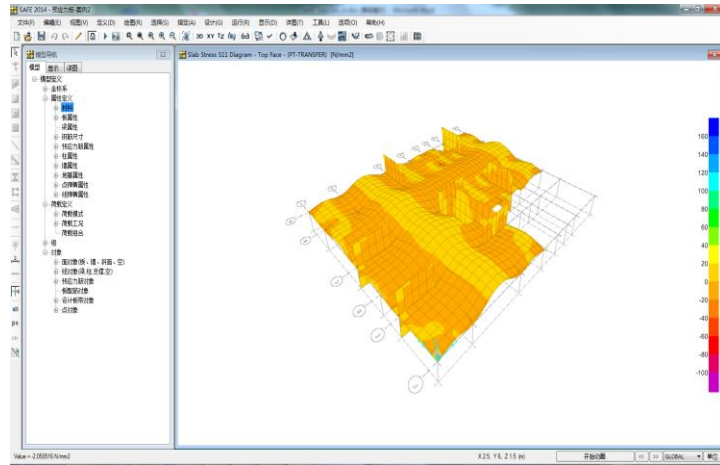

图40 S11 应力云图
- N. 点击 **确定** 生成应力云图，如图 40 所示。